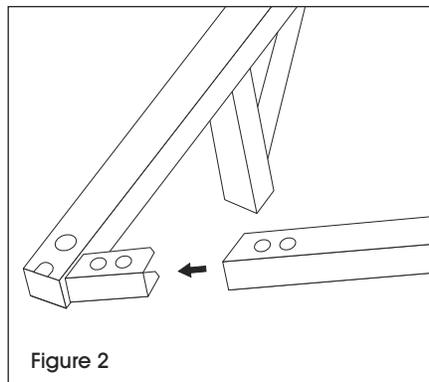

Figure 2
2. Insérez les socles dans la traverse de socles en prenant soin d'aligner les trous de boulon. (Voir Figure 2)